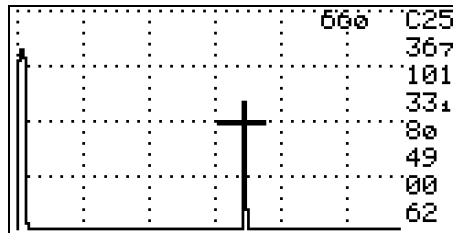

Рисунок 73 – Эхограмма режима настройки.
6.1.2.2 Предварительно выставить параметры усиления, строба и развёртки дефектоскопа (см. рисунок 73).